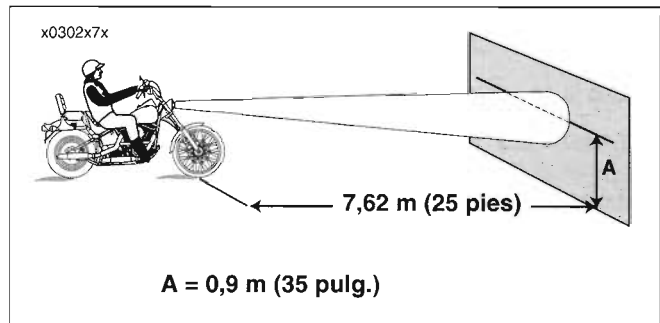

Figura 47. Alineación del faro delantero
3. Vea la Figura 47. Coloque la motocicleta a 7,62 m (25 pies) de una pantalla o pared. Mida la distancia directamente desde abajo del eje delantero a la base de la pantalla/pared.